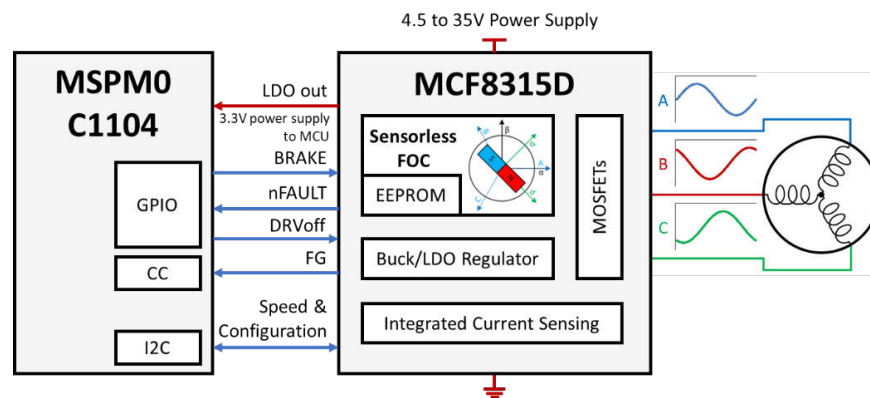

図 1-1. LV BLDC 制御のシステム ブロック図
このアプリケーション ノートでは、図 1-1 に示すように、2 個の集積回路 (IC) のみを使用した非常に柔軟な LV BLDC 制御システムについて説明します。MCF8315D は、コードフリーの LV BLDC 制御を実現するために必要なコンポーネントすべてを統合しています。MSPM0C1104 は、さまざまなシステムのニーズに合わせて MCF8315D を初期化、制御、または監視するために使用されます。